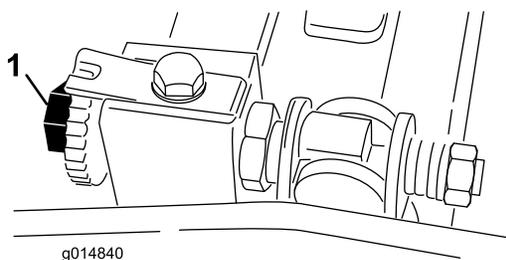

Figura 49
2. Asegúrese de eliminar el contacto con el molinete girando los tornillos de ajuste de la barra de asiento en sentido antihorario (Figura 49).
lentamente hacia adelante, y al mismo tiempo gire en sentido horario el tornillo de ajuste de la barra de asiento (en el mismo extremo del molinete), un clic a la vez, hasta que el papel quede ligeramente aprisionado cuando se inserta desde delante, paralelo a la contracuchilla, produciendo una ligera resistencia al tirar del papel (Figura 49).